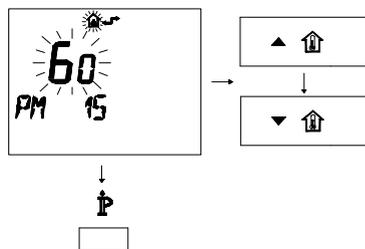

Figura 5.31
- Modificare il SET programmato agendo sui pulsanti $\blacktriangle \uparrow$ o $\blacktriangledown \uparrow$ fino a visualizzare un set di 60, aspettare che il numero programmato cominci a lampeggiare (Figura 5.31)